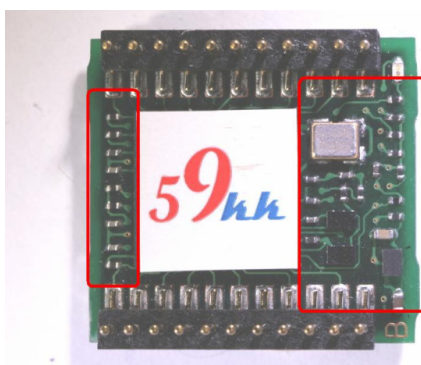
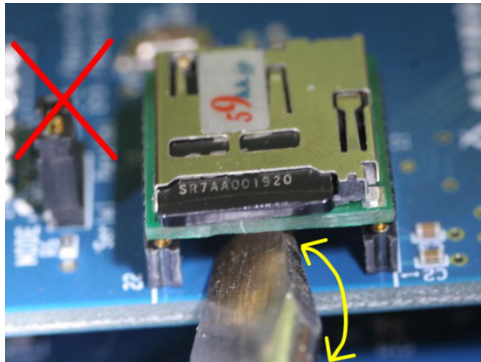

図 10.1. uSDCONF1F Bottom View
図 10.2.1 取り外しの悪い例
- ・ しかしながら、図 10.1. のように、モジュールの裏側は高密度にチップ部品を実装しており、取扱いに注意して取り外さないと不用意に部品を押しつぶしたり、パターンを剥離してしまいかねません。
- ・ ドライバ等でモジュールをソケットから抜き取る場合、図 10.1 の部品配置を常にイメージして、赤枠部分に力がかからないよう十分に注意して下さい。
- ・ ドライバ等で撮り外す場合、図 10.2.1 のようにモジュール下への差し込みが十分でない場合、図 10.1 の赤枠の部分に作用点が働いてしまうとチップ部品を破損してしまいます。